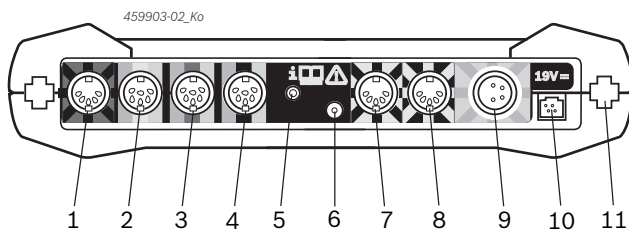

Fig. 2: Anslutningslist FSA 500 (underifrån)
Anslutning, se fig 2, pos 6.
5. Anslut sensorerna på mätenhetens därför avsedda uttag (se fig. 2).